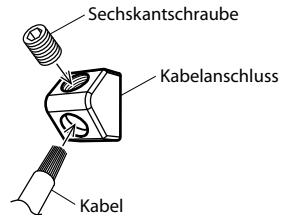

Abb. 8
- Ziehen Sie die Schraube mit dem Sechskantschlüssel (mitgeliefert) an, um das Kabel sicher zu befestigen. (Abb. 8)